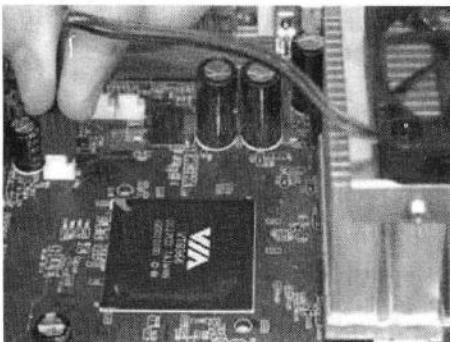

图 1-1-3 风扇电源
(4) 最后将 CPU 风扇的电源线接到主板上 3 针的 CPU 风扇电源接头上即可，如图 1-1-3 所示。